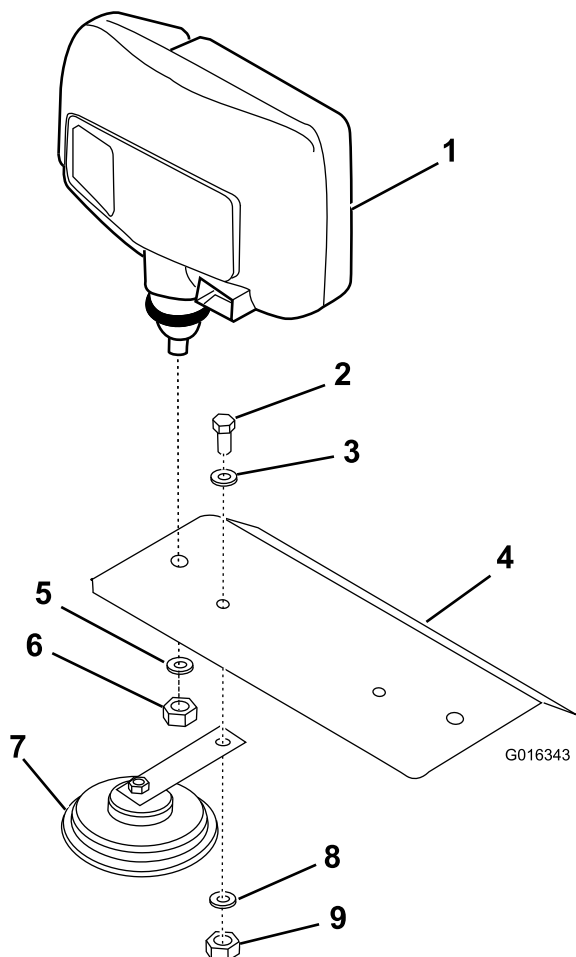

Figura 8
7. Sujete la bocina y el faro izquierdo al soporte izquierdo con un perno, 2 arandelas (M8-20) y una contratuerca (M8) (Figura 8).